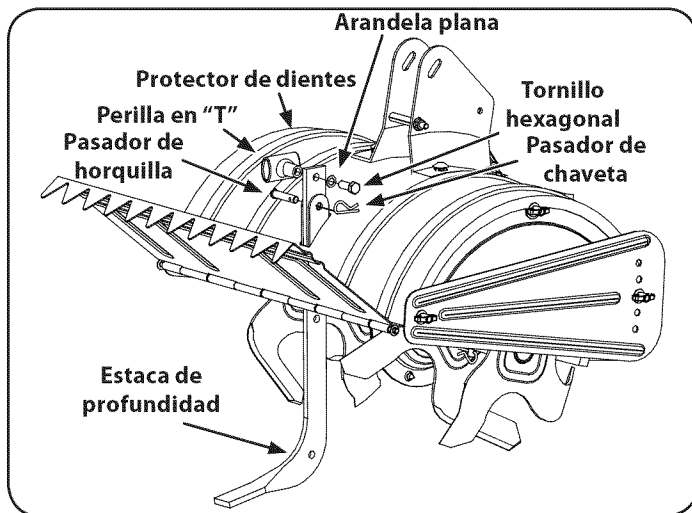

Figura 1
2. Desenrosque la perilla en "T" de la parte superior de la estaca de profundidad y retire la arandela plana y el tornillo hexagonal. Saque el pasador de chaveta del pasador de horquilla. Vea la Figura 1.
5. Inserte un perno hexagonal en el orificio superior del montaje de la estaca de profundidad. Coloque la arandela plana sobre el perno hexagonal y enrosque la perilla en "T" en el perno hexagonal. Ajuste bien. Vea la Figura 1.